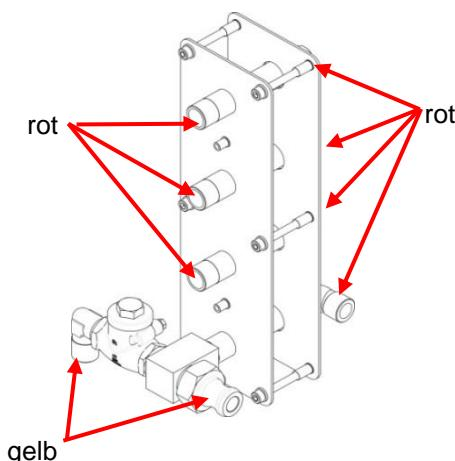

Abb. 11: Schutzkappen an den Schottflanschen
- ◆ Schrauben Sie an jeden ausgebauten Schottflansch die Blende und den Winkel an (siehe Abb. 11:).
- ◆ Bringen Sie an jedem Schottflansch die vorgesehenen Schutzkappen an (siehe Abb. 11:).